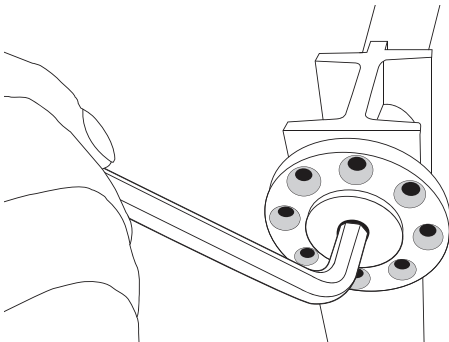

FIGURE 7
2. Ajuste ambas placas de ajuste por 1 o 2 orificios (Fig. 7).